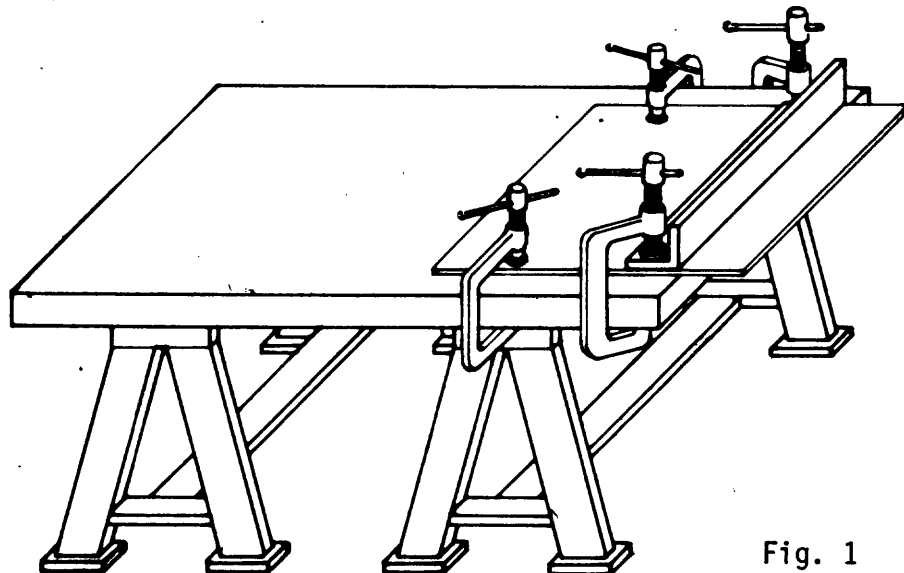

Fig. 1
- c) Fije el perfil angular contra la chapa y el mármol por medio de prensas manuales (fig. 1).